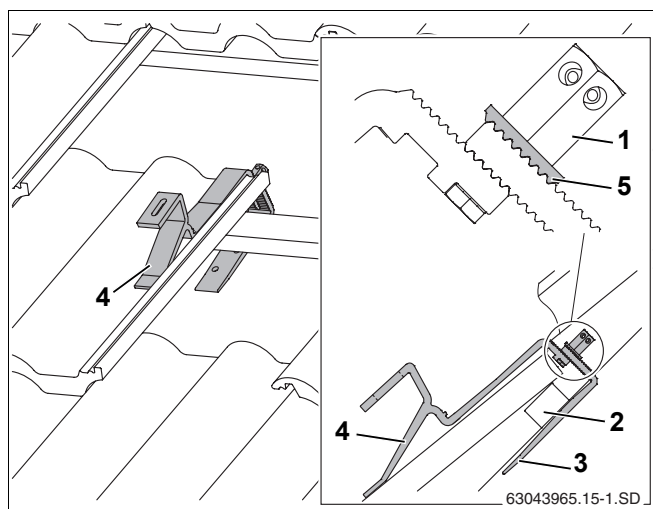

Fig. 13 Cârlige agățate (pentru a se putea vedea mai bine, nu sunt prezentate câteva țigle)
- Se agață cârligele în așa fel încât să se sprijine pe acoperiș (în ondulele acestuia) (Fig. 13, **Poz. 4**).
- Partea inferioară a cârligului (Fig. 13, **Poz. 3**) se împinge până când se sprijină de scândura acoperișului (Fig. 13, **Poz. 2**).
- Piulița hexagonală lungă (Fig. 13, **Poz. 1**) se strânge. Pentru asta, se introduce cheia SW5 în gaura piuliței hexagonale și se rotește.
Șaiba dințată (Fig. 13, **Poz. 5**) trebuie să prindă zona dințată a părții inferioare a cârligului.